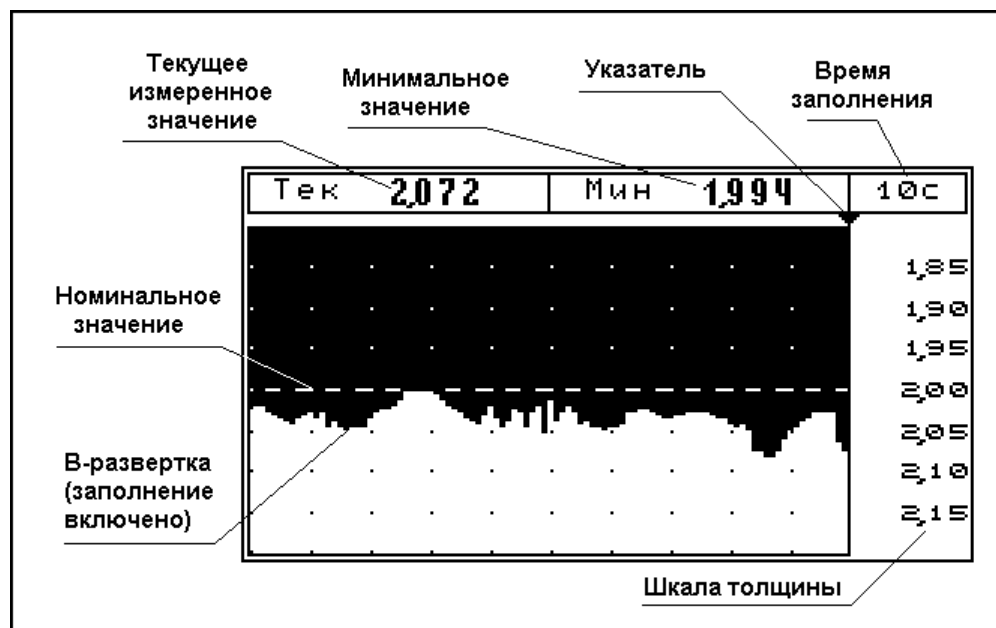

Рис. 2.12. Типичный вид экрана прибора в режиме В-сканирования.
#### РЕЖИМ В-СКАНИРОВАНИЯ (Рис. 2.12).
- **В-развертка** – графическое изображение профиля толщины исследуемой детали. Может быть отображено в виде линии, или в виде закрашенной диаграммы (как на рис. 2.12).